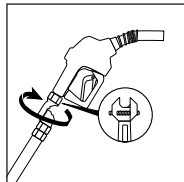

Figure 2
• **Solution:** Déconnectez le boyau du bec, reconnectez le boyau et resserrez bien. (Voir Fig.2)